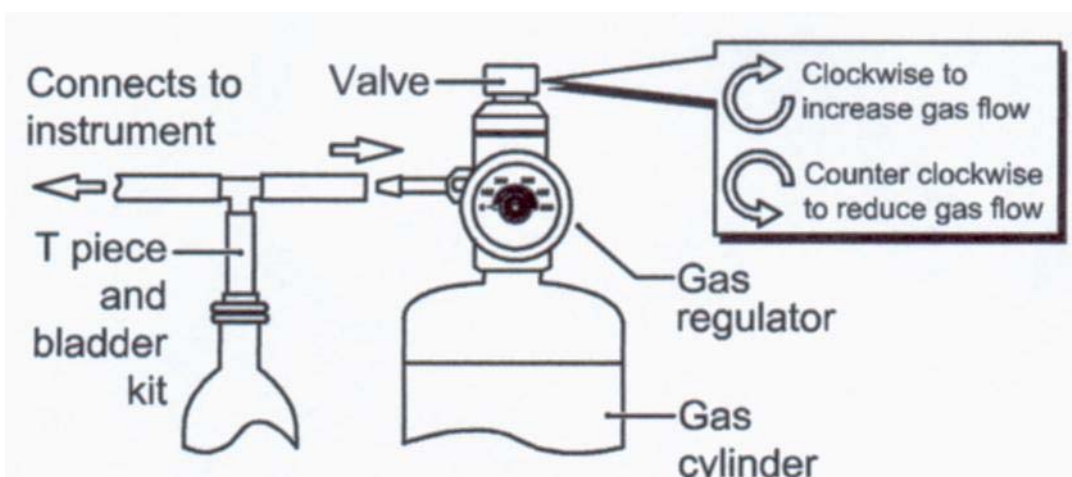

Fig. B-3 Conexión
- 2) Conecte la pieza "T" y el kit de mangueras al regulador de gas. Véase la figura B-3 para los detalles de la conexión.